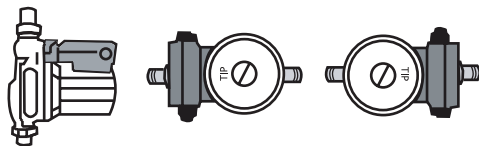

Fig. 1
- Las bombas TIP 1 y TIP 2 deben ser instaladas con el eje en posición horizontal, para garantizar su correcto funcionamiento. (Fig. 1)